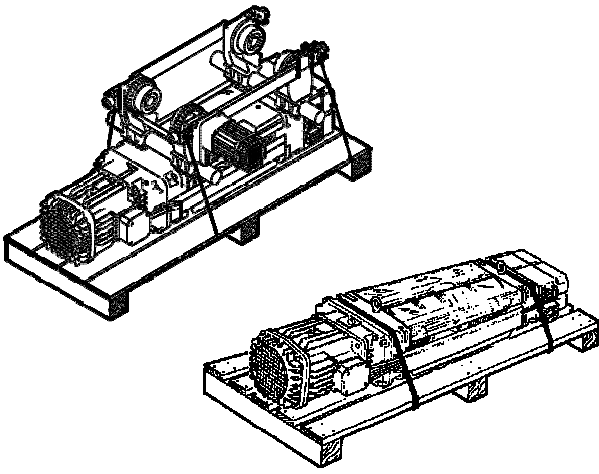

Abb. 32
1. Nachdem der E-Zug DRH, wenn notwendig, mit den eventuell fehlenden Vorrichtungen (Steuerungen) ausgestattet wurde, muss die Einheit E-Zug/Katze DST/N (oder DST/S) auf einer Palette angeordnet werden (natürlich nur, wenn dies nicht schon zuvor erfolgt ist), wobei die Einheit solide positioniert und befestigt werden muss, um für höchste Stabilität zu garantieren (Abb. 32).